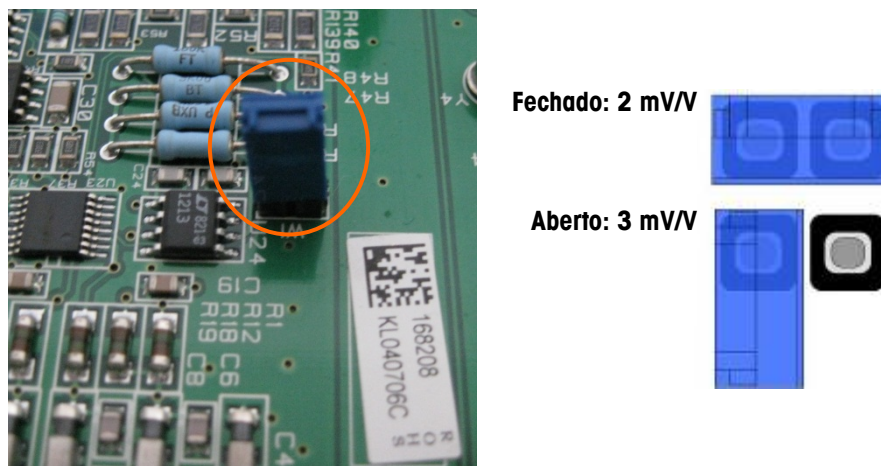

Figura 3-48: Localização (esquerda) e posições (direita) do Jumper de milivolt
A placa principal do IND560x possui um jumper, W1, que seleciona a operação dos circuitos analógicos em 2 mV/V ou 3 mV/V quando a conexão da célula de carga analógica estiver ativada na placa principal. Este jumper não é utilizado quando a conexão IDNet ou SICSpro estiver ativada na placa principal do IND560x. A Figura 3-48 indica a localização do jumper e suas posições.
- Ao retirar o jumper W1 para operar com 3 mV/V, reposicione em apenas um dos pinos como indica a parte inferior direita da Figura 3-48.